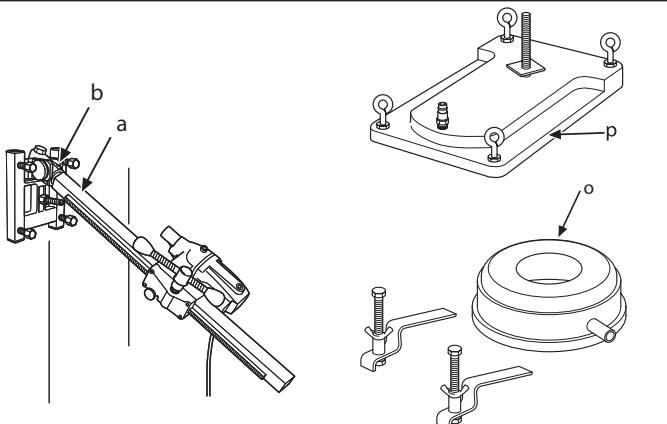
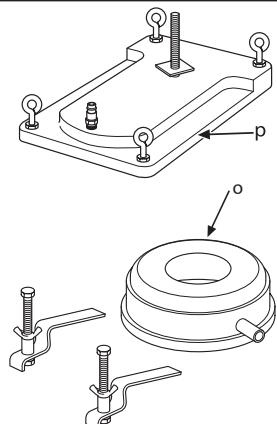

Fig. 4
Fig. 5
2. DMS 160 AT. A coluna de perfuração é montada no suporte angular da placa base. Aperte o parafuso de fixação (a) com a chave Hallen de 8 mm. A coluna de perfuração pode ser rodada 360° e fixada progressivamente (Fig. 4) na posição desejada com o parafuso de fixação (a).
4. Se for usada a placa de vácuo (p) (fig. 5) (acessório extra), deve-se certificar que a base não é porosa e que a placa não pode soltar-se do chão ou parede, e que a bomba de vácuo tem capacidade suficiente para fixar a placa de vácuo por succção. A bomba de vácuo Husqvarna VP200 é adequada para esta aplicação.
5. Use o coletor de água (o) (Fig. 5), de modo a evitar danos causados pela água.
2. DMS 160 AT. The drill column is mounted on the base plate's angle bracket. Tighten the locking screw (a) using an 8 mm hex-key. The drill column can be rotated through 360° and locked in any position (Fig 4) with the locking screw (a).
3. The drill column is set at the required angle by tightening the nut (B) using a 24 mm spanner.
4. If the vacuum plate is used (p) (fig 5) (extra accessory) it must be ensured that the surface is not porous and cannot loosen from the floor or wall and that the vacuum pump causes sufficient suction for the vacuum plate, a suitable vacuum motor is Husqvarna VP200.
5. Avoid water damage by using the water collector (o) (Fig. 5).